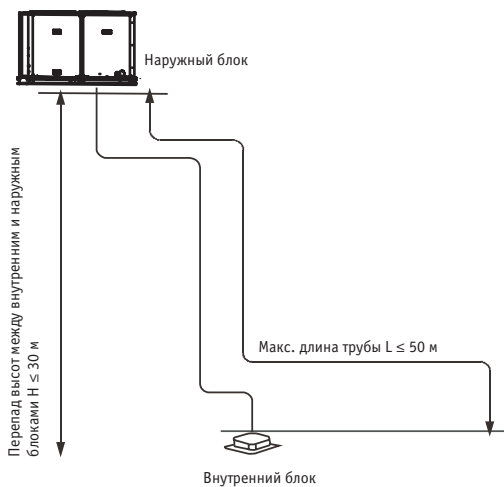

Рис. 2-10
4.8 Максимальная эквивалентная длина трубопровода и максимальный перепад высот между внутренним и наружным блоками приведены в следующей таблице и на эскизе. (См. рис. 2-10).